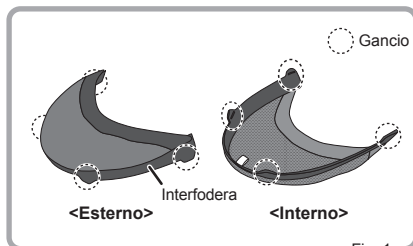

Fig. 1
1. Consultare la (Fig.1) per distinguere l'esterno dall'interno.